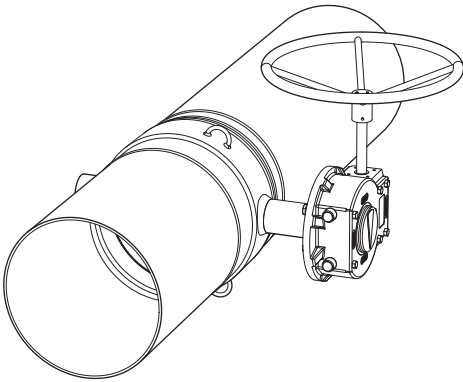
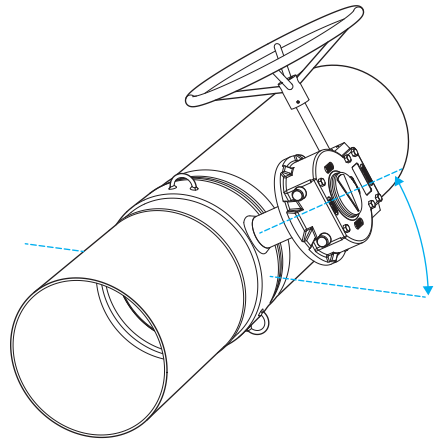

Abbildung 12. Installation in einer horizontalen Position.
Abbildung 13. Installation in einem Winkel.
Die empfehlenswerteste Installationsposition ist in einer horizontalen Rohrleitung mit einem horizontalen Ventilschaft (siehe Abbildung 12). Das Ventil kann alternativ in einem Winkel von max. 45° installiert werden (siehe Abbildung 13).
- Die empfohlene Installationsposition des Ventils ist in einem Winkel (siehe Abbildung 13.) oder mit den Schäften in einer horizontalen Position (siehe Abbildungen 12 und 22). Vermeiden Sie eine Installation mit vollständig aufrechten Schäften.